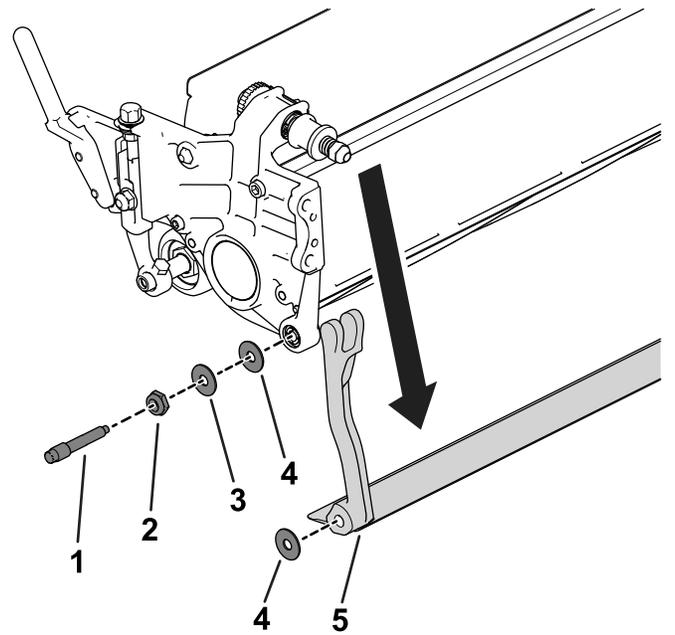

Figure 19
3. De chaque côté de la machine, desserrez le contre-écrou indiqué à la Figure 19.
4. Retirez les boulons de la barre d'appui afin de pouvoir abaisser la barre et la déposer de l'unité de coupe (Figure 19).
Mettez de côté les 2 rondelles en acier et 1 rondelle en acier à chaque extrémité de la barre d'appui (Figure 19).
3. Placez une rondelle en nylon de chaque côté du bossage de la plaque latérale. Placez une rondelle en acier à l'extérieur de chaque rondelle en nylon (Figure 19).